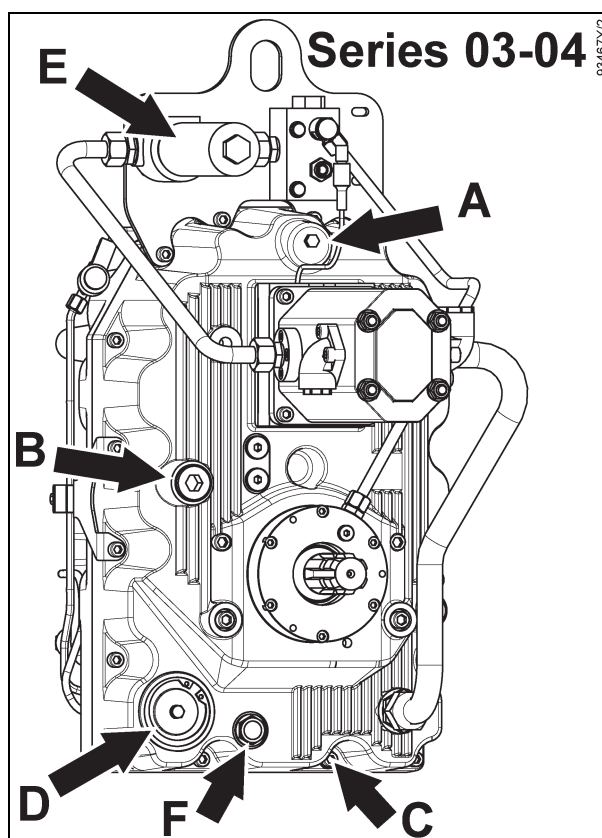

Fig. 6-3
- Byt ut den externa filterkassetten (E) del # 95014 vid varje oljebytesintervall (Fig. 6-3).